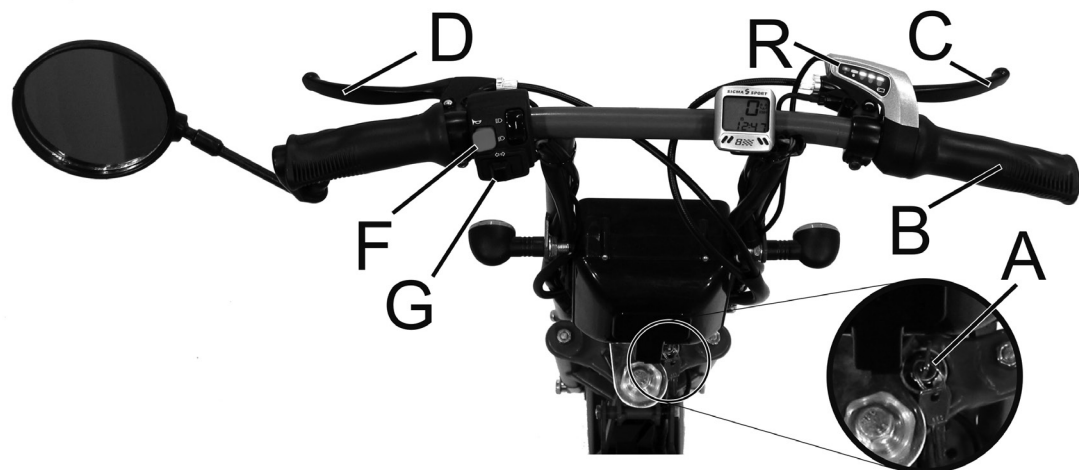

Fig. 40
4.2 Guida (Fig. 40)
- Commutare l'interruttore generale (A) su ON
- Per partire e regolare la velocità, girare con gradualità la manopola (B) posta a destra del manubrio. Per rallentare o fermarsi girare la manopola in senso contrario e, se necessario, agire sui freni.
- un freno sulla ruota anteriore comandato dalla leva (C) sul lato destro del manubrio;
- un freno sulla ruota posteriore comandato dalla leva (D) sul lato sinistro del manubrio;
4.2 Riding (Fig. 40)
- Turn the main switch (A) to ON.
- To start and to regulate the speed, just turn softly the twist grip (B) placed on the right side of the handlebar. To slow down or to stop just turn the twist grip on the opposite direction and, if necessary, apply the brakes.
- A brake acting on the front wheel controlled by the lever (C) placed on the RH side of the handlebar;
- A brake acting on the rear wheel controlled by the lever (D) placed on the LH side of the handlebar;
4.2 Lenken (Abb. 40)
- Den Hauptschalter (A) auf ON stellen.
- Das Losfahren und die Regulierung der Geschwindigkeit erfolgen über schrittweises Vorwärtsdrehen von Griff (B) auf der rechten Lenkerseite. Zum Verlangsamen der Geschwindigkeit oder zum Stehenbleiben, drehen Sie den Griff in die entgegengesetzte Richtung und betätigen gegebenenfalls die Bremsen.
- eine Bremse am Vorderrad, die mit Bremsgriff (C) rechts am Lenker betätigt wird
- eine Bremse am Hinterrad, die mit Bremsgriff (D) links am Lenker betätigt wird
4.2 Conduite (Fig. 40)
- Basculez le commutateur général (A) su ON.
- Pour partir et régler la vitesse, tournez doucement la poignée (B) placée sur le coté droit du guidon. Pour ralentir ou s'arrêter tournez la poignée en sens contraire et, au besoin, freinez.
- un frein agissant sur la roue avant commandé par le levier (C) sur le coté droit du guidon ;
- un frein agissant sur la roue arrière commandé par le levier (D) sur le coté gauche du guidon.
4.2 Conducción (Fig. 40)
- Ponga el interruptor general (A) en ON.
- Para arrancar y regular la velocidad, gire gradualmente la manija derecha (B) del manillar. Para frenar o pararse, gire la manija en sentido contrario y, en caso necesario, utilice los frenos.
- Un freno sobre la rueda delantera que se controla con la palanca (C) del lado derecho del manillar.
- Un freno sobre la rueda trasera que se controla con la palanca (D) del lado izquierdo del manillar.
Il pulsante (Fig. 40 - F) per l'avvisatore acustico è posto sul lato sinistro del manubrio.
Il commutatore (Fig. 40 - G) degli indicatori di direzione è posto sul lato sinistro del manubrio